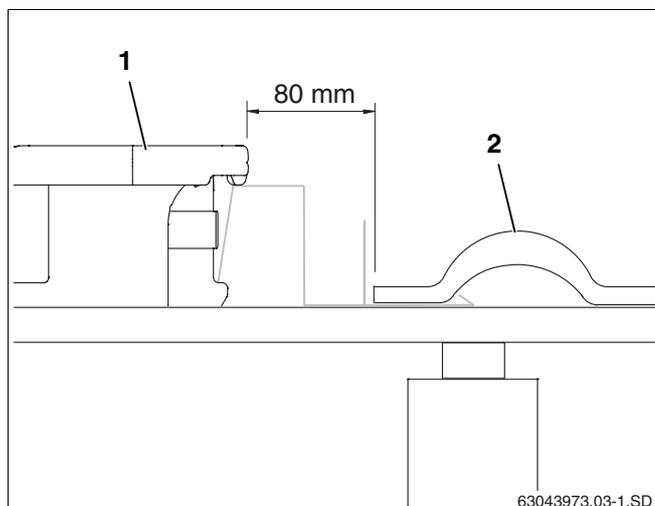

Fig. 22 Posa e avvitamento del primo collettore
- Far scivolare il primo collettore (fig. 22, **pos. 1**) nella sicurezza anti scivolamento e posizionarlo ad 80 mm dal coppo esterno (eventualmente tagliato) (fig. 22, **pos. 2**).